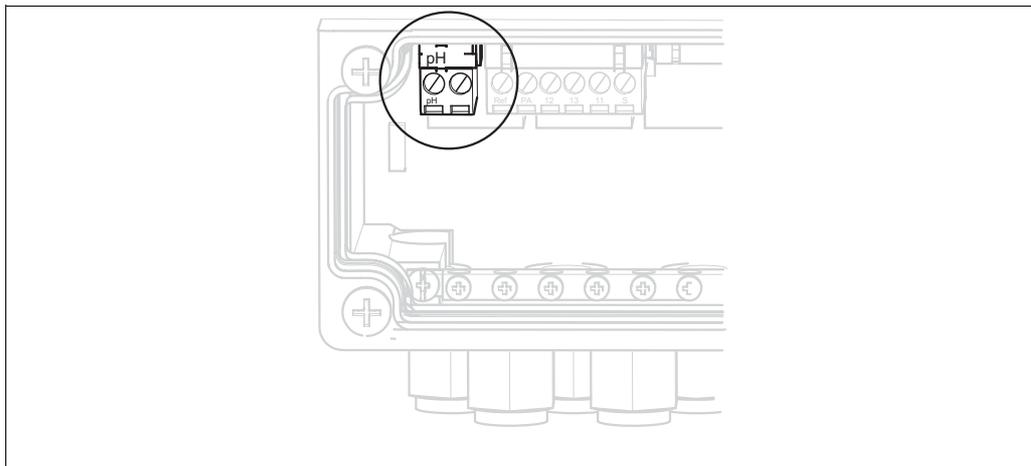

Fig. 27: Morsetto pH sul coperchio della custodia.
3. Rimuovere dallo strumento il morsetto "pH" sul coperchio della custodia (vedere Fig. 27) e sostituirlo con il morsetto "DRN/SRC" incluso nella fornitura.